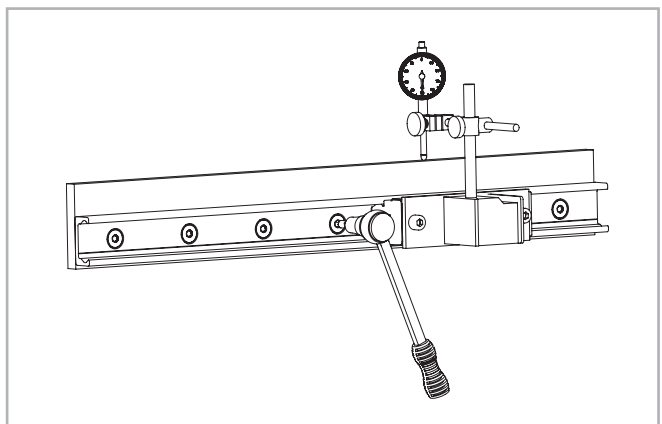

Fig. 158
(2) Instalar un reloj comparador para medir el desplazamiento de la guía respecto a la línea de referencia. Posicionar el cursor en el centro de la guía y poner a cero el reloj comparador. Mover el cursor hacia adelante y hacia atrás entre cada uno de los dos agujeros y alinear cuidadosamente la guía. Ahora apretar los tres tornillos en el centro de esta área con el par de aprieto específico, véase Fig. 158.
(3) Ahora posicionar el cursor en uno de los extremos de la guía y alinear cuidadosamente la guía en el cero del reloj comparador.